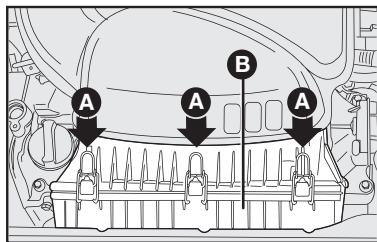
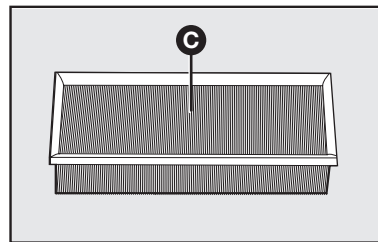

fig. 12
fig. 13
- Quite el elemento filtrante **C-fig. 13**.
### Motor Fire - fig. 12
- Quite los tornillos **A-fig. 12**, quite la tapa **B-fig. 12** y saque el elemento filtrante **C-fig. 13**.